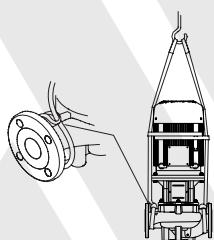

Рис. 1
- Для подъема краном насос следует обхватить подходящим ремнем, как показано на рисунке. Уложить ремень вокруг насоса в петли, которые затянутся под действием собственного веса насоса (Рис. 1).